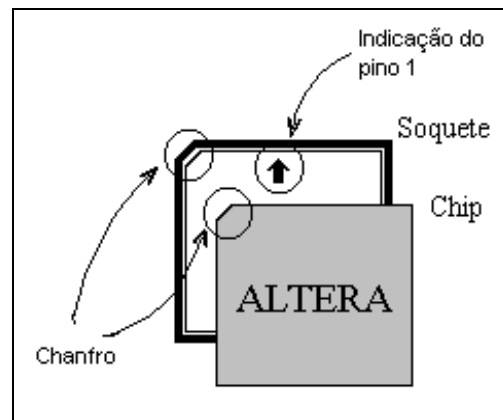

Figura 37
15.3.3 Encaixe o dispositivo no soquete, conforme a figura 37.